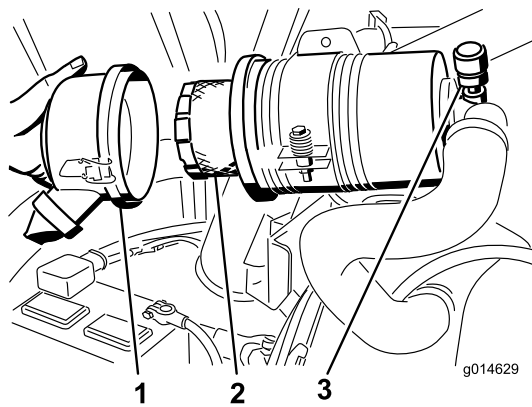

Figure 53
4. Déposez et remplacez le filtre (Figure 53).